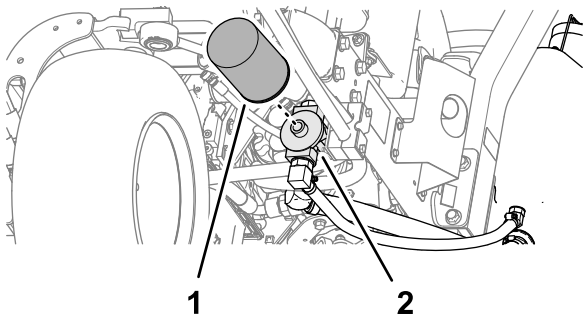

図 88
2. フィルタ取り付け部の周辺をウェスできれいにぬぐう。フィルタ **図 88** の下に廃油受けを置いてフィルタを外す。